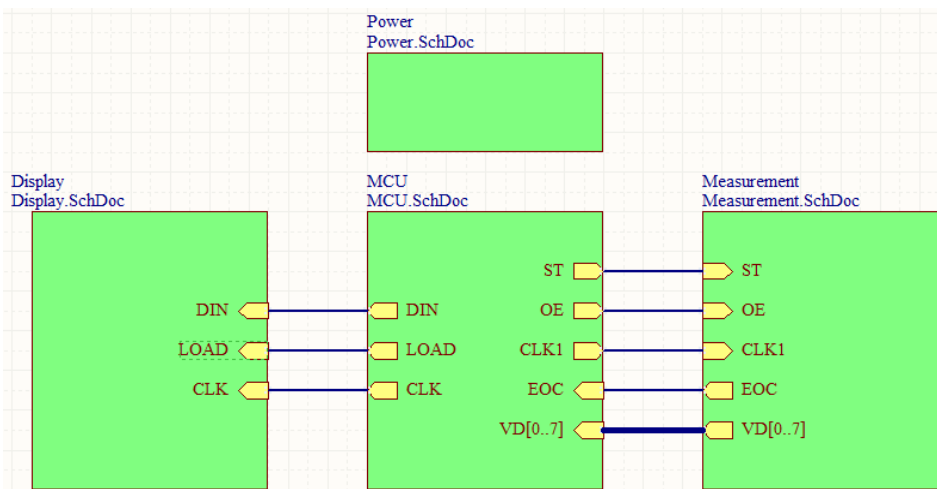

图 7-13 顶层原理图
(1) 打开例 7-3 创建的 Voltage_Meter_UptoDn.PrjPCB 工程，双击 Top_Level.SchDoc 文档进入原理图编辑环境。
(2) 该原理图文档中应该已经放置好了 Display 图纸符号和三个图纸入口。
(3) 执行菜单命令 Place $\gg$ Sheet Symbol 连续放置另外三个图纸符号，在放置每个图纸符号过程中按下 Tab 键打开其属性对话框，将第一个图纸符号的 Designator 设置为 Power，Filename 设置为 Power.SchDoc；第二个图纸符号的 Designator 设置为 Measurement，Filename 设置为 Measurement.SchDoc；第三个图纸符号的 Designator 设置为 MCU，Filename 设置为 MCU.SchDoc。
(4) 执行菜单命令 Place $\gg$ Add Sheet Entry，在 Measurement 图纸符号中添加五个 Sheet Entry，将其 Name 分别设置为 CLK1、ST、OE、EOC、VD[0..7]，前三个图纸入口的 I/O Type 设置为 Input，后两个图纸入口的 I/O Type 设置为 Output；在 MCU 图纸符号中添加八个 Sheet Entry，将其 Name 分别设置为 DIN、LOAD、CLK、CLK1、ST、OE、EOC、VD[0..7]，前六个图纸入口的 I/O Type 设置为 Output，后两个图纸入口的 I/O Type 设置为 Input。
(5) 用导线和总线将三个图纸符号对应的图纸入口进行连接。其中 VD[0..7] 图纸入口用总线连接。完成后的顶层电路图如图 7-13 所示。注意到 Power 图纸符号与其他图纸符号之间无导线连接，